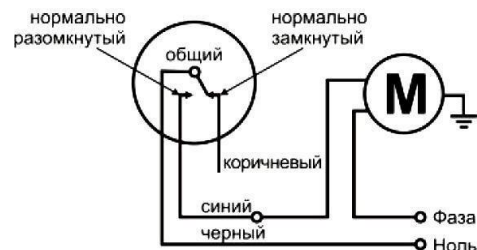

Рис. 1
3.2. Подключение (Наполнение емкости) (рис. 1)